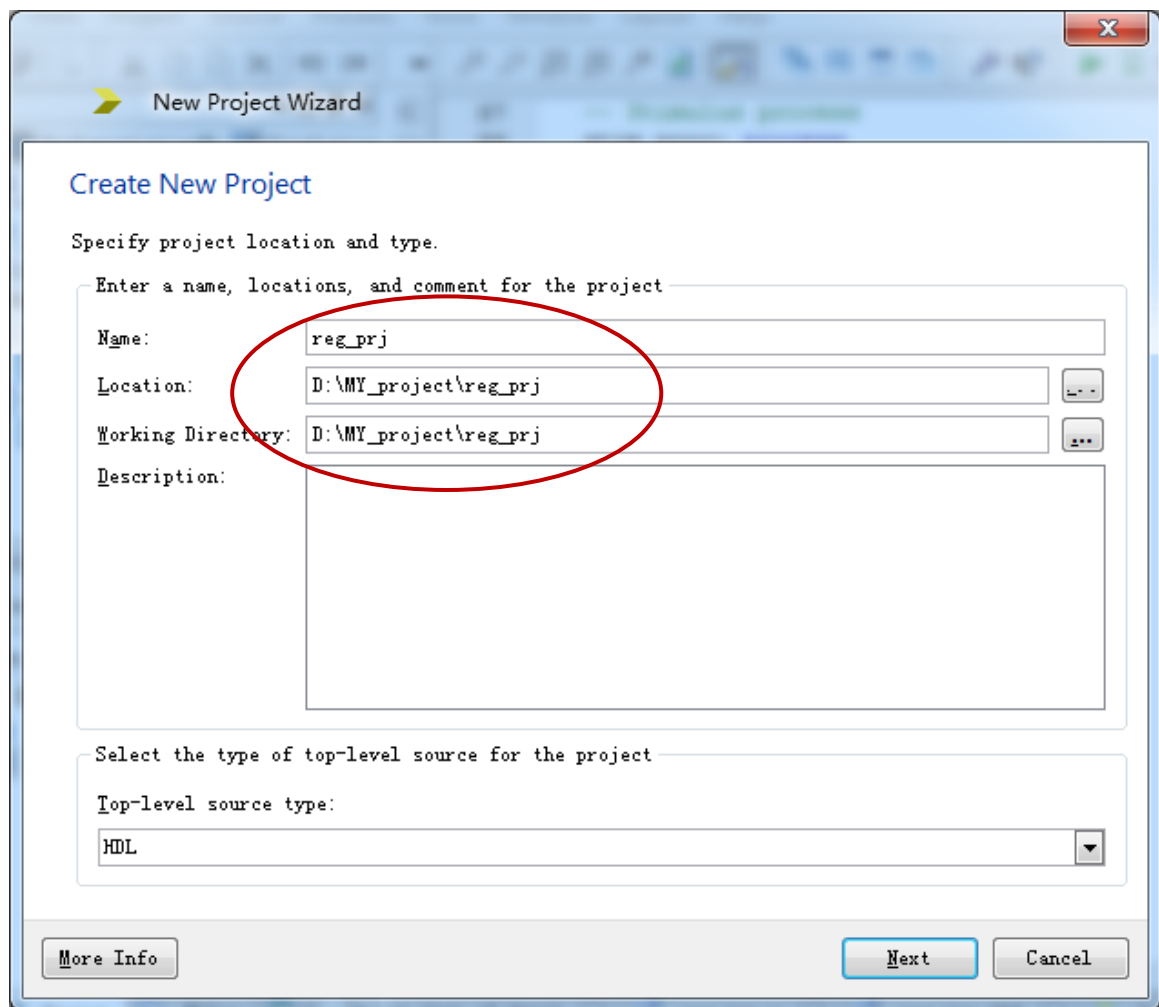

图 1：新工程建立向导
- 1-1-1. 如图 1，在新工程建立向导对话框的 **Location** 栏选择工程建立后存放的路径，存放路径不能有中文字符和空格否则会报错。